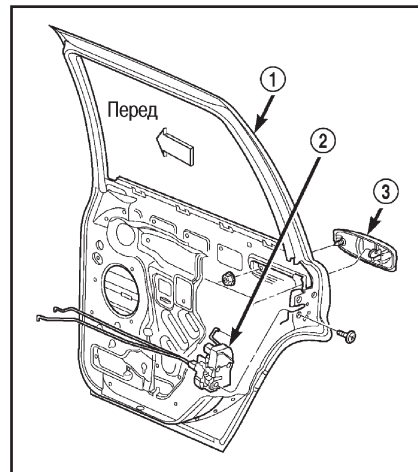

Рис. 41 Замок задней боковой двери
2. Открутите гайки, крепящие замок к двери (рис. 41).